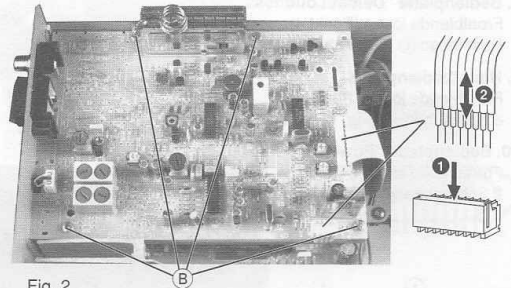

Fig. 2
- 4 Schrauben (B) (Fig. 2) herausschrauben.
- Undo 4 screws (B) (Fig. 2).